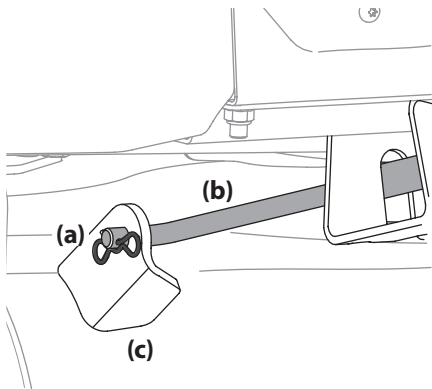

Figure 4-15
6. Retirez la goupille fendue (a) qui fixe la tige de relevage (b) au plateau de coupe. Voir Figure 4-15. Faites glisser la tige de relevage du plateau de coupe hors du support avant (c).
6. Réinstallez la tige de relevage avant et fixez-la avec la goupille fendue. Voir Figure 4-15.